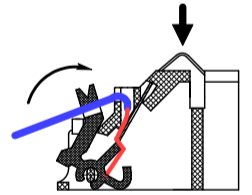

Рисунок 2
- ввести в канал провод и зафиксировать его, поджав кнопку - зажим до упора (см. рисунок 2);
- проверить надежность соединения для чего необходимо надавить на изгиб контакта, имитируя нажим датчиком (см. рисунок 2) и потянуть провод на себя;
- завести провод в паз, расположенный на кнопке-зажиме (см. рисунок 2).